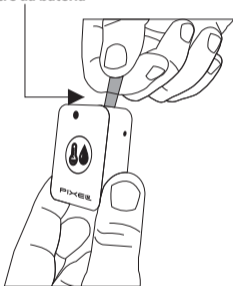

Figura 1
Passo 2 - Puxe o lacre do contato da bateria para que o Sensor entre em modo de pareamento com o Gateway (figura 1).